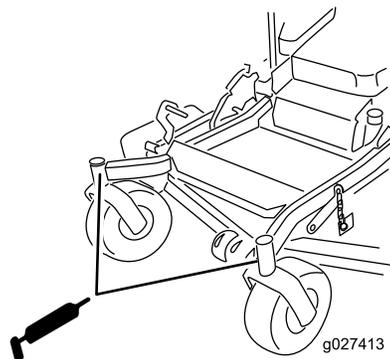

Figura 43
9. Retire el engrasador del orificio. Instale el tapón hexagonal y la tapa (Figura 43).